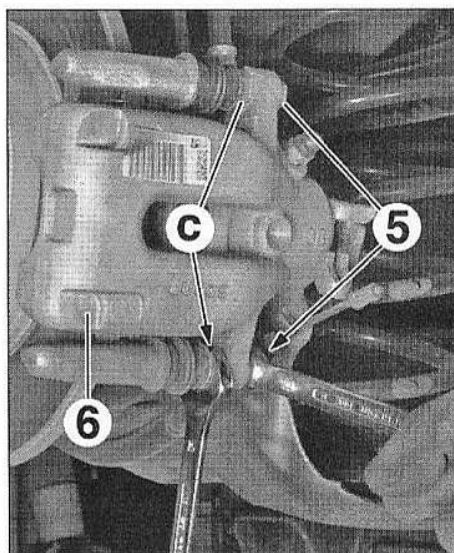

FIG.12
- Déposer les vis (5) en exerçant un contre-couple en (c) (Fig.12).
- Dégager l'étrier (6) de son support.